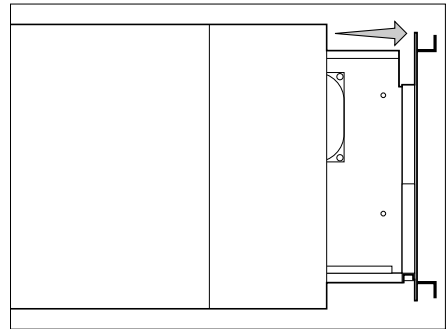

figure 2
- 2 faire coulisser le tiroir (figure 2 ci-dessus) jusqu'à la butée,